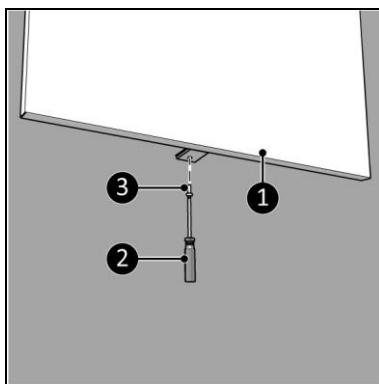

Figura 12
13. Înșurubați și strângeți dispozitivul (Figura 12, poziția 1) cu un șurub mic (Figura 12, poziția 2) pe suportul de perete folosind o șurubelniță Phillips (Figura 12, poziția 2).